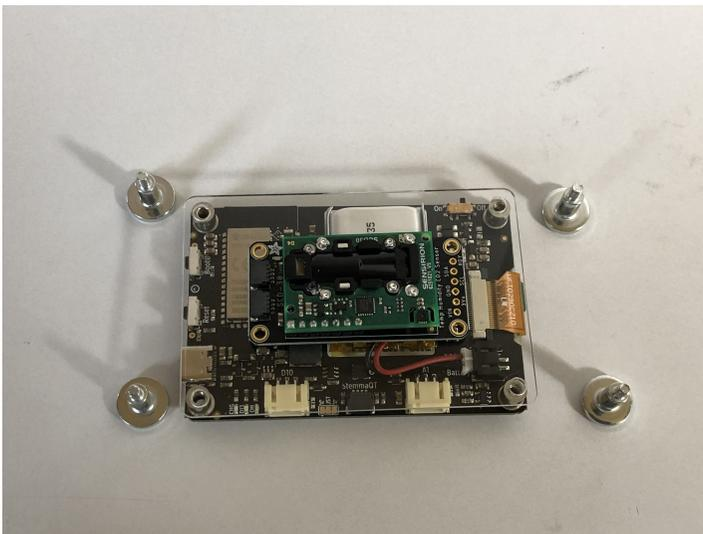

Figura 3.3: Paso 3: *alineación de componentes*
3. El siguiente paso es unir la *MagTag* con el acrílico transparente que porta el sensor. Esto será posible por el enroscado de los mini pies magnéticos. Así que alinea las piezas en el siguiente orden: a) *MagTag* b) Acrílico Transparente c) Sensor SCD-30, como podrás observar en la figura 3.3 Ahora, fácilmente podrás colocar los mini pies magnéticos. El resultado será similar al mostrado en la fig. 3.4.